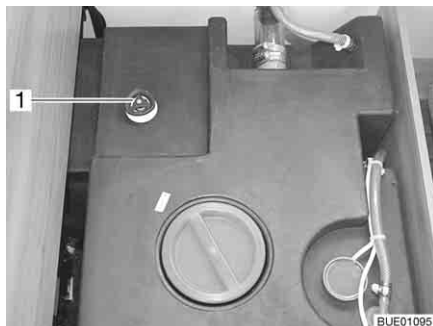

Fig. 241 Depósito de agua con tirador giratorio
- Girar el tirador giratorio (Fig. 241,1) del depósito de agua en sentido contrario a las agujas del reloj sobrepasando la resistencia, para abrir el orificio de salida completamente.